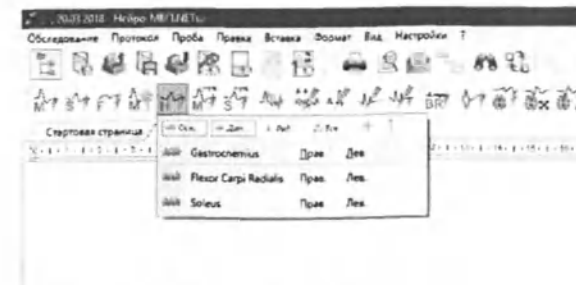

Рис. 151. Выбор локализации исследования
2. Затем из выпадающего меню выберите необходимую мышцу и сторону исследования (рис. 151).